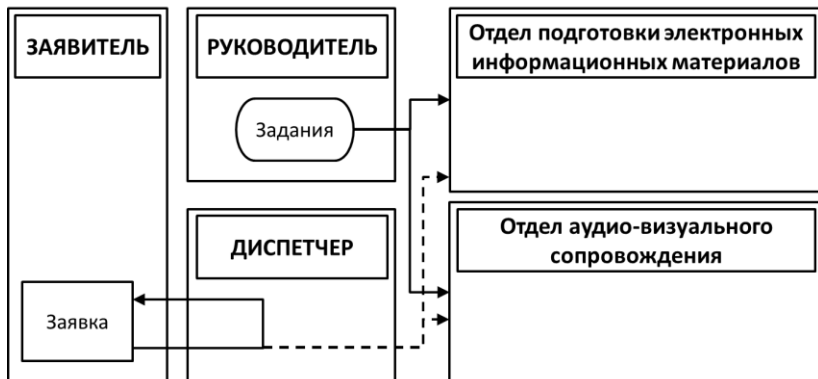

Рис. 210
5. Центр информационно-технического обеспечения (рис. 210)